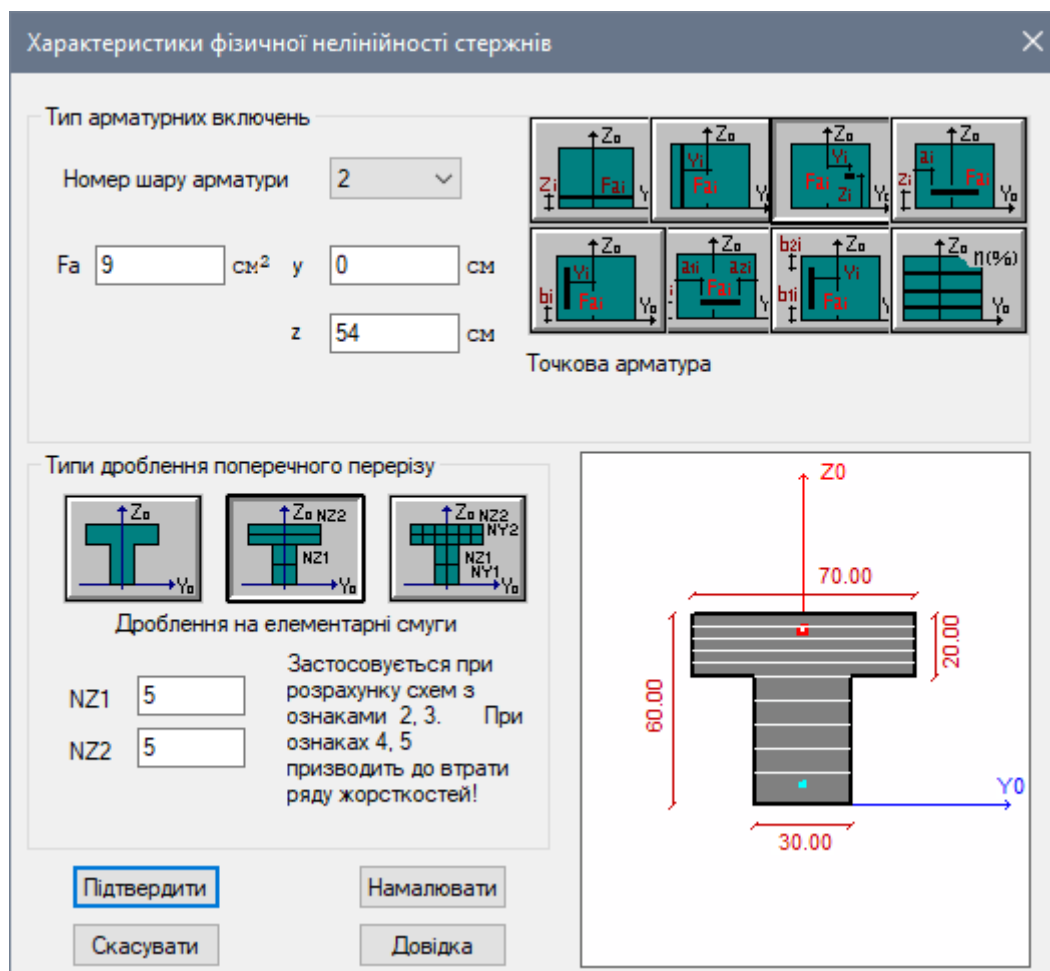

Рис. 7.17. Діалогове вікно Характеристики фізичної нелінійності стержнів
- В діалоговому вікні **Задання стандартного перерізу** натисніть на кнопку **Параметри арматури**. Відкривається діалогове вікно **Характеристики фізичної не лінійності стержнів** (рис. 7.17).